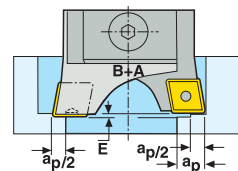

рис. 3 Ступенчатая расточка
Требуемое (E) осевое смещение на меньшем диаметре достигается заменой одного держателя типа А удлиненным держателем типа В (с отличительной маркировкой на переднем конце) с таким же заходным углом (рис. 3)